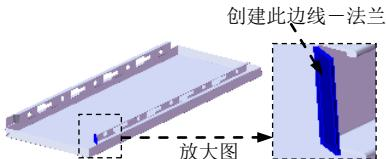
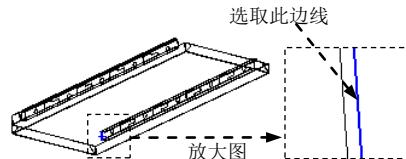

图 17.9.68 创建边线一法兰 17
图 17.9.69 定义特征的边线
Step31. 用相同的方法创建另一侧的边线一法兰 17 (图 17.9.68), 边线法兰的边线如图 17.9.69 所示。详细操作过程参见 Step29。